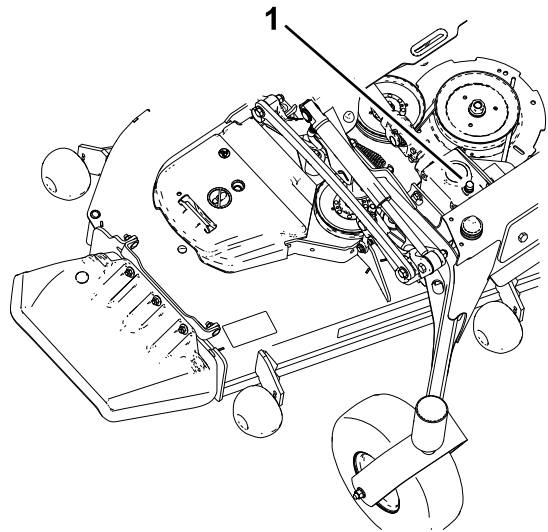

Figure 55
5. Retirez le bouchon de remplissage-jauge au sommet du boîtier d'engrenages et vérifiez que le niveau de lubrifiant se situe entre les repères sur la jauge (Figure 55).